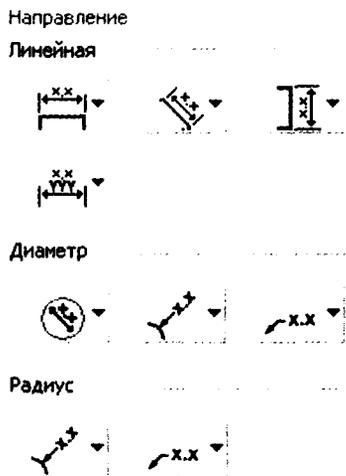

Рис. 5.3. Изменение параметров стиля в соответствии с кнопками
8. Измените **Диаметр** и **Радиус** так, чтобы значение было в одну линию с размерной линией, как показано на рис. 5.3.